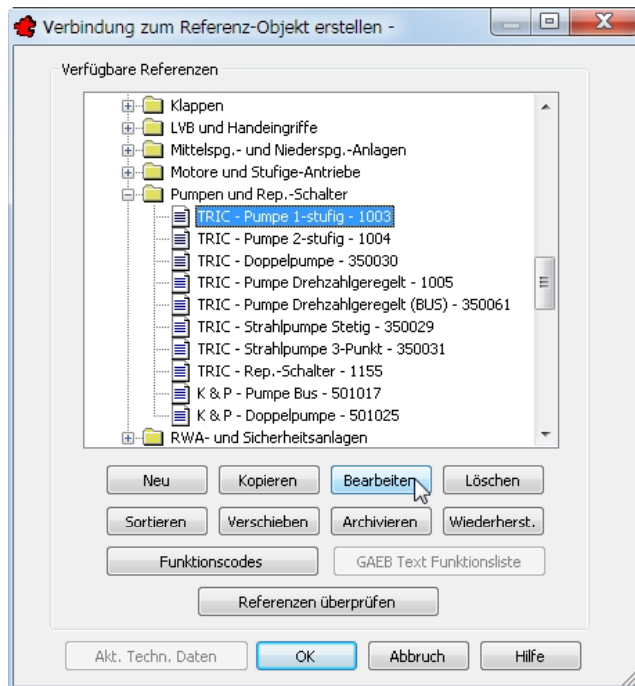

Bild 24.22 – Bearbeiten der Referenzangaben für einzelne Blöcke
- Das Dialogfeld *Verbindung zum Referenz-Objekt erstellen* erscheint. Die Pumpe ist bereits ausgewählt. Klicken Sie hier auf die Schaltfläche *Bearbeiten* (Abb. 24.22).